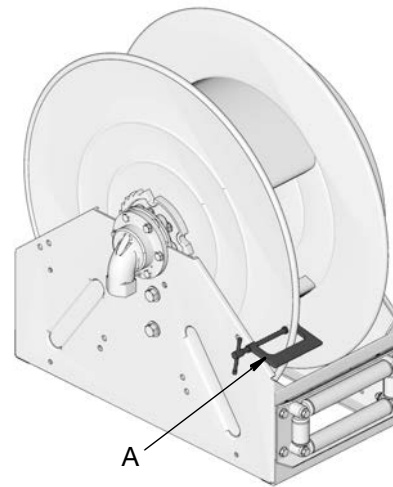

FIG. 10
13. Fije con firmeza una abrazadera en C (A) a la brida del carrete como se muestra en la FIG. 10 para evitar que el carrete se desenganche por accidente y gire libremente.